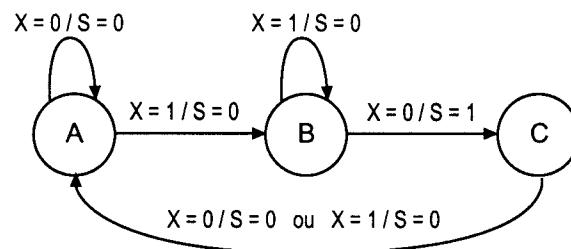

Figura 3
3. A figura 3 representa o diagrama de transição de estados de um detector de Mealy, com uma entrada X e uma saída S , que activa de acordo com as condições estabelecidas.